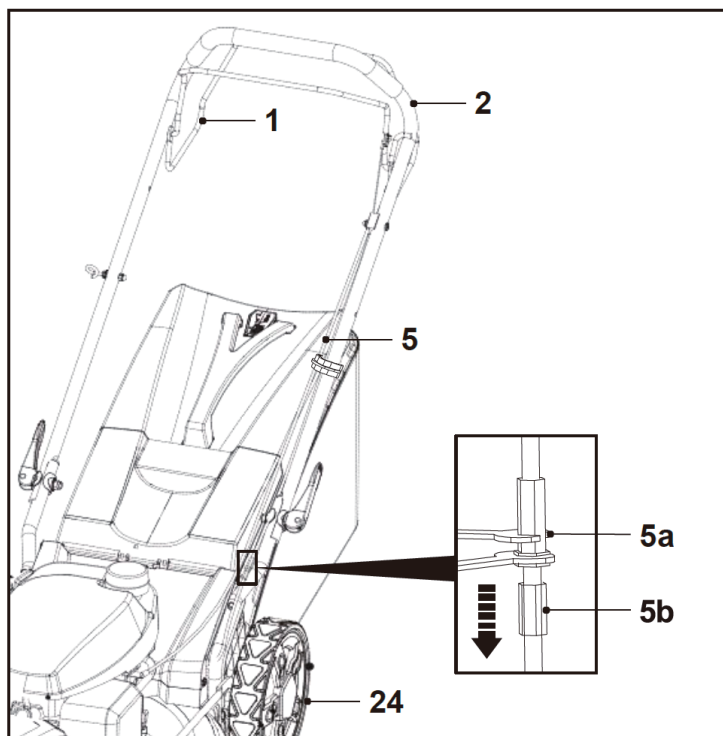

Рис. 33
**ПРИМЕЧАНИЕ:** может потребоваться регулировка троса включения хода (5), так как со временем он может растянуться.
Если задние колеса (24) не вращаются при нажатии на рычаг включения хода (1), возможно, необходимо отрегулировать трос включения хода (5) (см. рис. 33.).